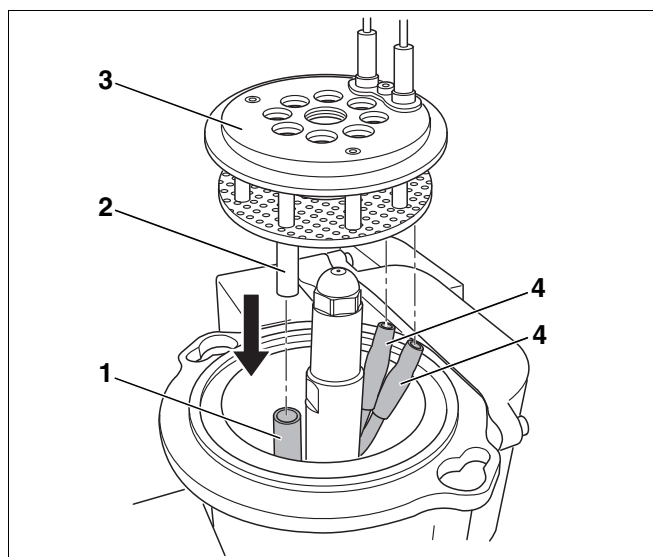

Рис. 35 Установка смесительной системы
- Снова установить смесительную систему (рис. 35, поз. 3).
- Подсоединить провода к запальным электродам (рис. 35, поз. 4).
- Установить вставную трубу (рис. 35, поз. 2) в опорную (рис. 35, поз. 1).